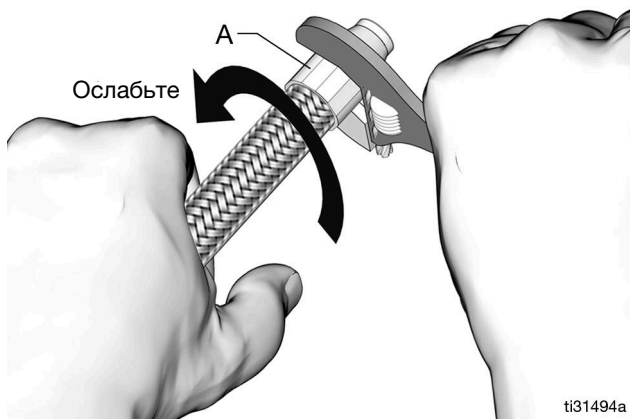

Рис. 66
5. Используя ключ, окончательно затяните втулку (а) до упора. После чего снова открутите на 1/4 – 1/2 оборота (Рис. 66).